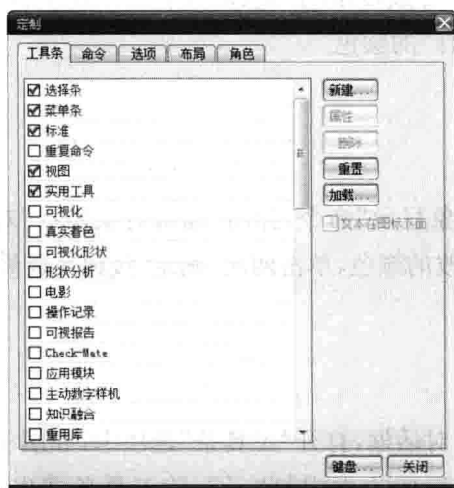

图 1.11 “工具条”选项卡
(1) 选择“工具”|“定制”命令,弹出“定制”对话框,打开“工具条”选项卡,如图 1.11 所示。选择所需的工具条,并在该工具条名称前面的方框中打“√”,该工具条即出现在屏幕上。